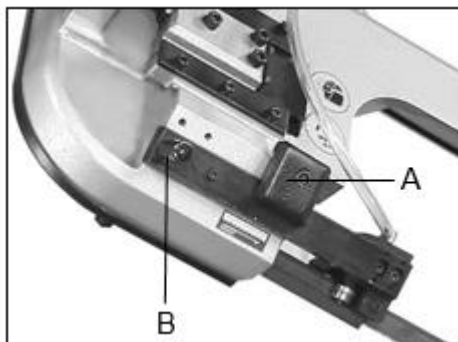

Рис.10
Отключите станок от источника питания. Используйте шестигранный ключ, чтобы ослабить винт с торцевой головкой (A, рис.10) на квадратной фиксирующей пластине. Удерживая нажатой кнопку (B, рис.10), продвиньте направляющие пильной рамы как можно ближе к заготовке без врезания в нее. Затяните винт с торцевой головкой (A). Подключите станок к источнику питания.